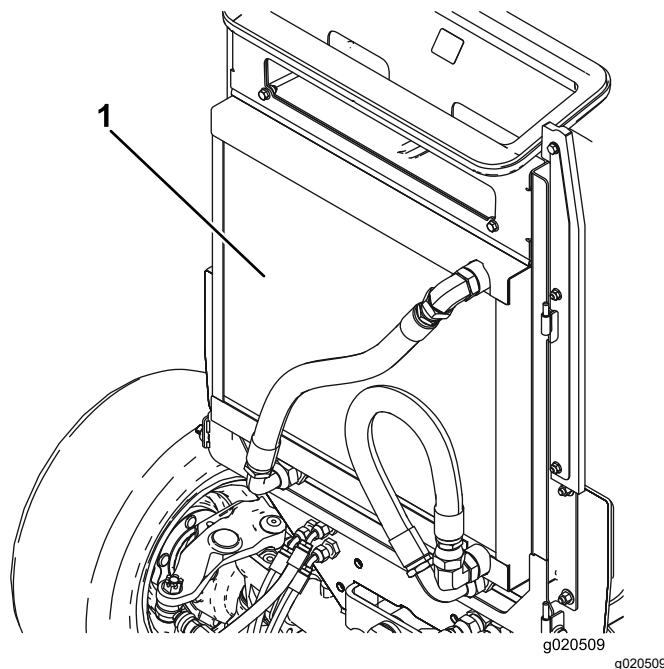

Figura 75
3. Limpe ambos os lados do radiador/refrigerador (Figura 75) com ar comprimido. Comece a partir da parte frontal e sopre os detritos para fora na direção da parte posterior. Depois, limpe a partir da parte posterior e sopre na direção da parte frontal. Repita o procedimento várias vezes até remover toda a sujidade e detritos.